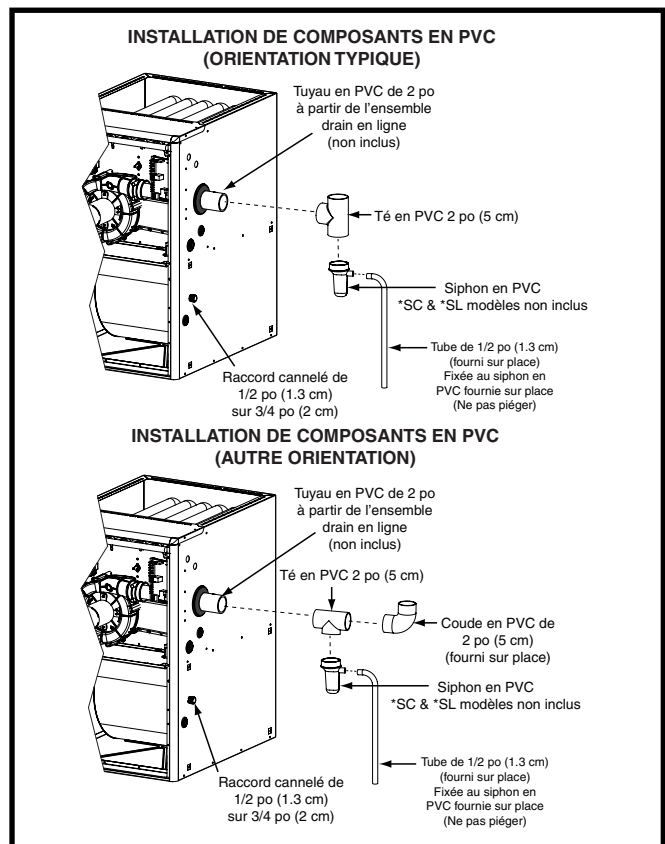

Figure 20. Composants en PVC
- Les composants en PVC de 2 po (5 cm) illustrés à la Figure 20 ne sont pas fournis dans le sac de pièces supplémentaires sur les modèles *SC et *SL. Toutefois, le siphon en PVC (no de pièce 664659) peut être acheté auprès du distributeur de votre région.
Le té en PVC de 2 po (5 cm), le réducteur, le siphon en PVC de et le raccord cannelé de 1/2 po (1,3 cm) X 1/2 po (1,3) sont utilisés lorsque l'inducteur est orienté pour faire sortir l'évent du côté gauche ou du côté droit de l'armoire du générateur d'air chaud. Consulter la Figure 20.
1. Installer le té en PVC à la verticale sur le conduit d'évent de 2 po (5 cm) qui sort par le côté de l'armoire. Coller les deux éléments ensemble de façon permanente au moyen de l'apprêt et de la colle appropriés. Se reporter à l'orientation typique illustrée à la Figure 20.
1. Installer le té en PVC à l'horizontale sur le conduit d'évent de 2 po qui sort par le côté de l'armoire. Coller les deux éléments ensemble de façon permanente au moyen de l'apprêt et de la colle appropriés. Se reporter à l'autre orientation illustrée à la Figure 20.